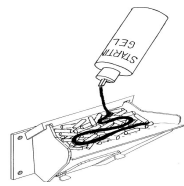

Fig. 18
- 6 Ajouter du gel d'allumage sur les granulés. Faire pénétrer le gel dans les granulés pour faciliter l'allumage. (fig.18)